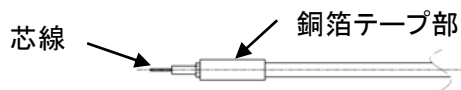
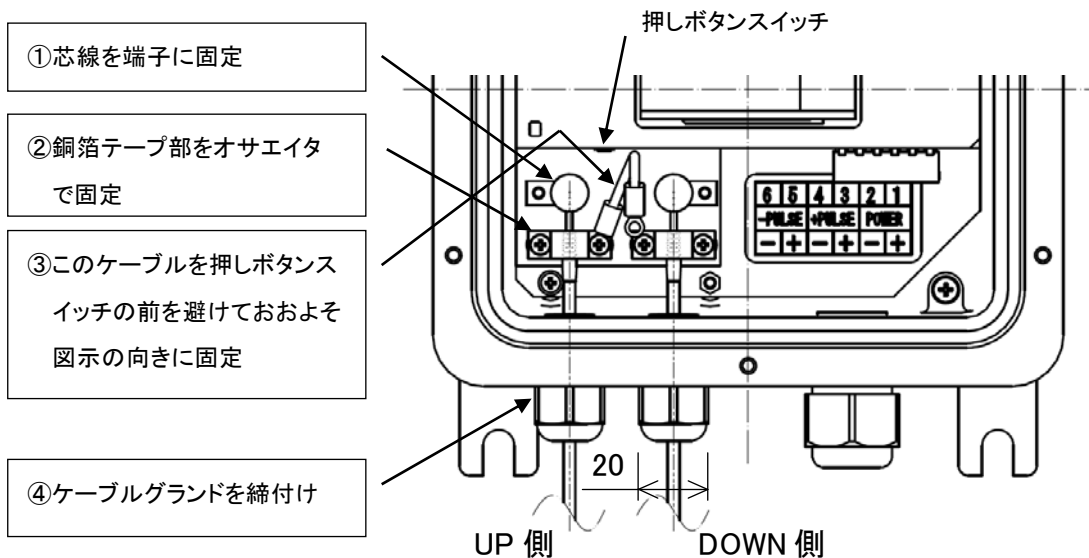

図8 センサケーブル末端
図9 センサケーブル接続
注意① センサには上流側、下流側の区別があります。センサケーブル端に UP、DOWN と表記してありますので、上流側のセンサを UP 側、下流側のセンサを DOWN 側に接続してください。（図8、図9）